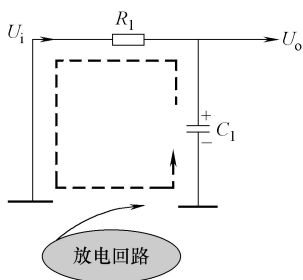

图 9-111 放电回路示意图
2) 输入脉冲为低电平期间分析。在输入脉冲消失后，输入端电压  $U_i$  为零，这相当于输入端对地短接。由于  $C_i$  上已经充到了上正下负的电压，此时  $C_i$  开始放电，放电电流回路是：如图 9-111 所示是放电回路示意图， $C_i$  上端  $\rightarrow R_i \rightarrow$  输入端  $\rightarrow$  输入信号源内电路  $\rightarrow$  地端  $\rightarrow C_i$  下端即地端。